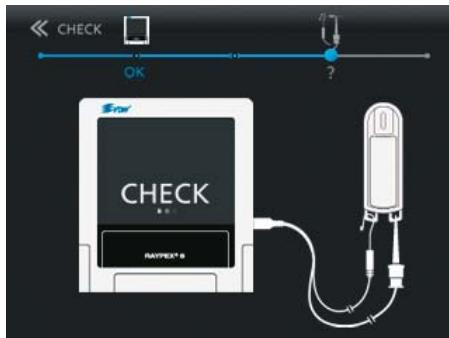

Fig. 33 Tilslutning af fil- + læbeclips til teststik
- Slut fil-clipsen og læbeclipsen (eller endnu en fil-clips) til kontaktbøjlerne på teststikket som vist på skærmen (fig. 33).